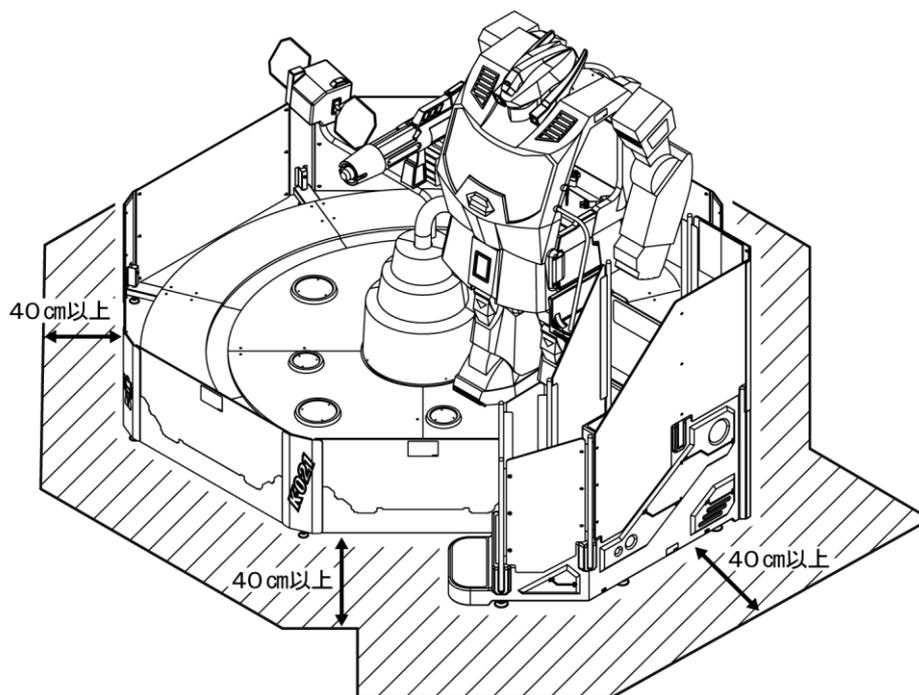

図6-1 設置スペース
- ◎ 本製品と他の機械や建造物との隙間は40cm以上離してください。(図6-1)